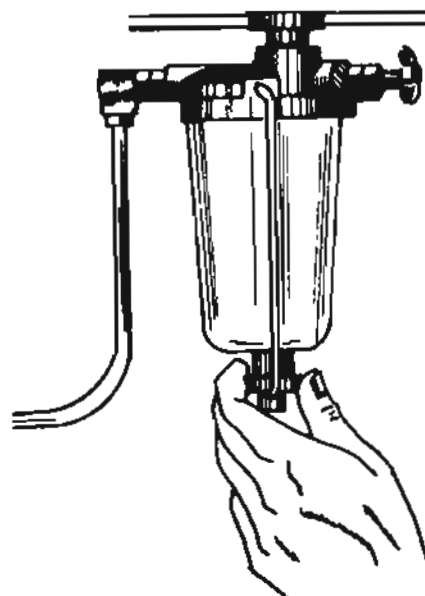

Fig. 9
- b Retire el vaso de decantación (fig. 9).